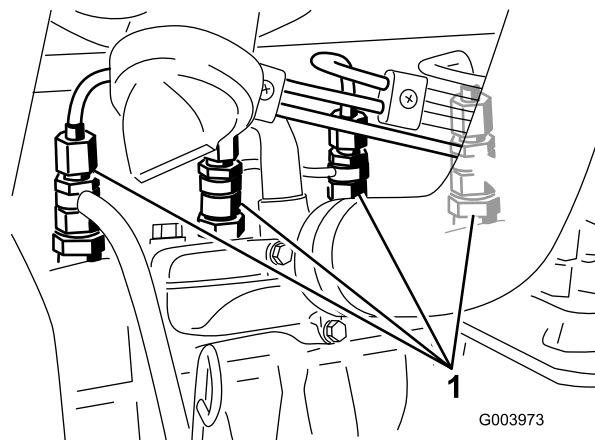

Рисунок 67
1. Ослабьте соединение трубки к соплу № 1 и держателю в сборе (Рисунок 67).